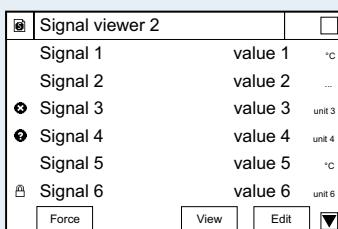

Рисунок 3
- Страницы значений (рисунок 3)